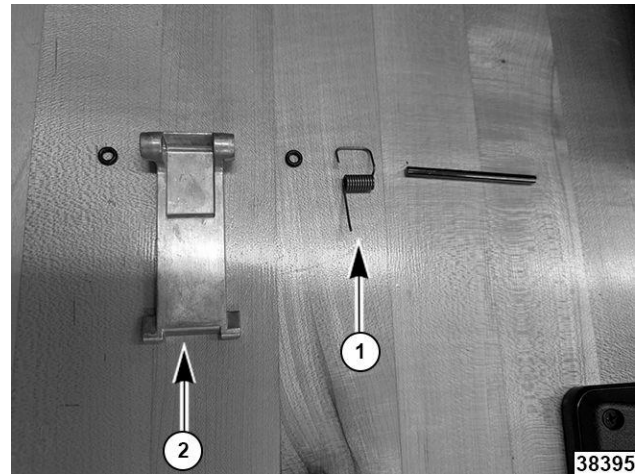

Fig. 71
7. El resorte se soltará (1, fig. 71).
8. El pestillo se soltará (2, Fig. 71).